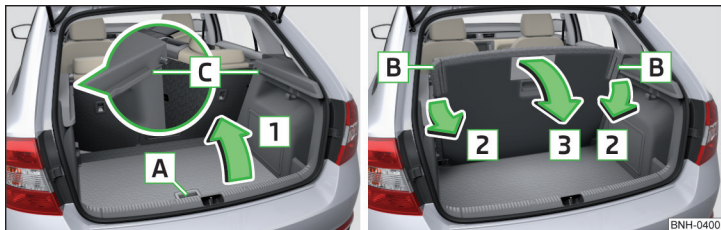

Fig. 96 Reglarea poziției de parcare / rabatarea în jos din poziția de parcare
- ▶ Prindeți podeaua variabilă de mânerul **A** » fig. 96.
- ▶ Apăsăți pe colțurile rabatabile **B** » fig. 96 pe ambele părți ale podelei variabile în sensul săgeții **2** și desprindeți-le din pozițiile **C**.